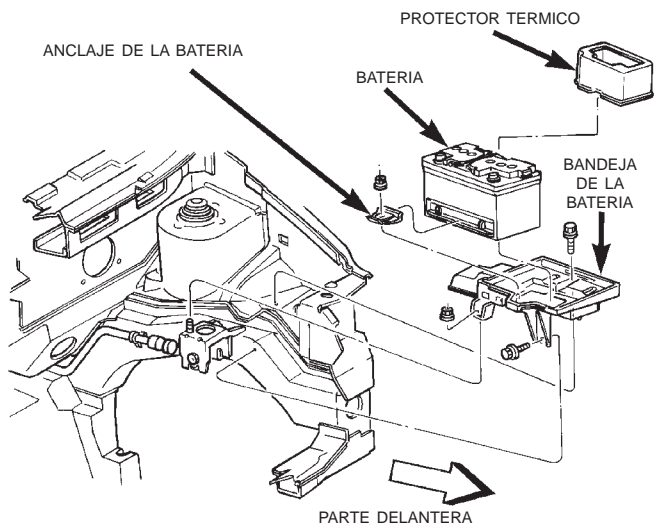
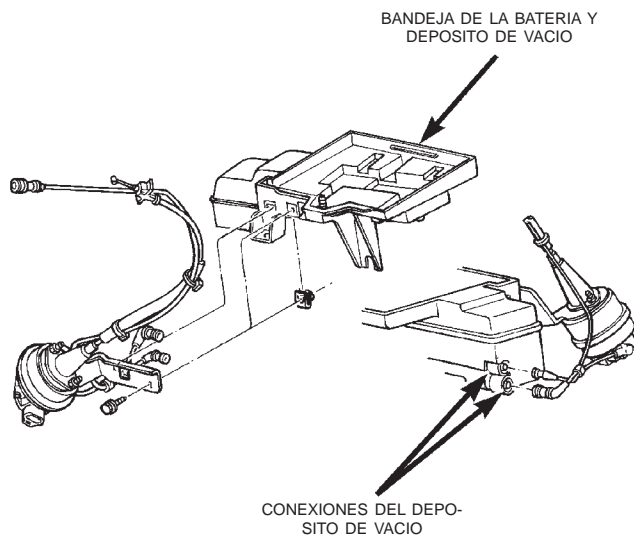

Fig. 19 Desmontaje de la bandeja de la batería
Fig. 20 Desmontaje del servo de control de velocidad
- (1) Retire la batería. Consulte los procedimientos anteriores.
- (2) Retire la tuerca y los dos pernos de la bandeja de la batería (Fig. 19).
- (3) Retire la bandeja de la batería del vehículo.
- (4) Retire el perno de fijación del servo de control de velocidad de la bandeja de la batería (si está equipado). Tenga cuidado al desconectar los conductos de vacío del depósito (Fig. 20).